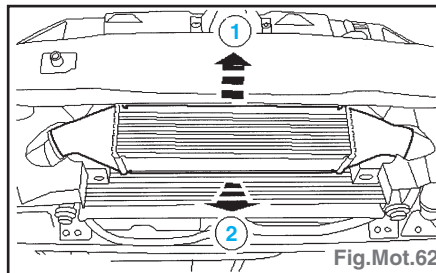

Fig.Mot.62
- Déplacer l'échangeur thermique vers le haut et déposer l'échangeur thermique (Fig.Mot.62).